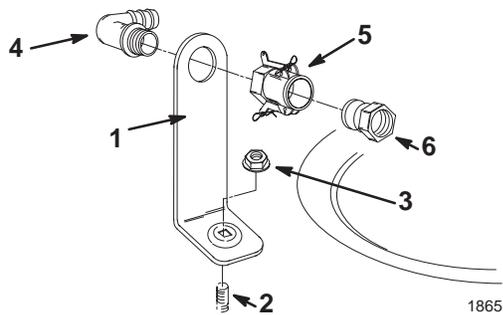

Figure 2
1. Retirez le capuchon en caoutchouc du goujon sur la sangle de la cuve (Fig. 2).
2. Placez le support de prise de remplissage sur le goujon et fixez-le à l'aide d'un écrou à collerette (5/6 pouce) (Fig. 2).
3. Passez l'extrémité fileté du raccord coudé dans le trou du support et vissez-y le raccord rapide pour le fixer au support (Fig. 2).
4. Raccordez l'adaptateur de flexible au raccord rapide (Fig. 2).